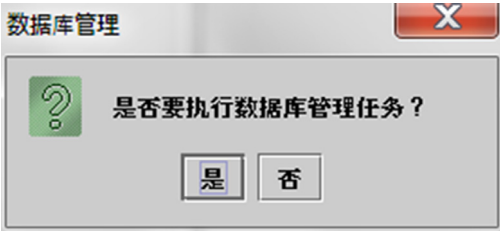
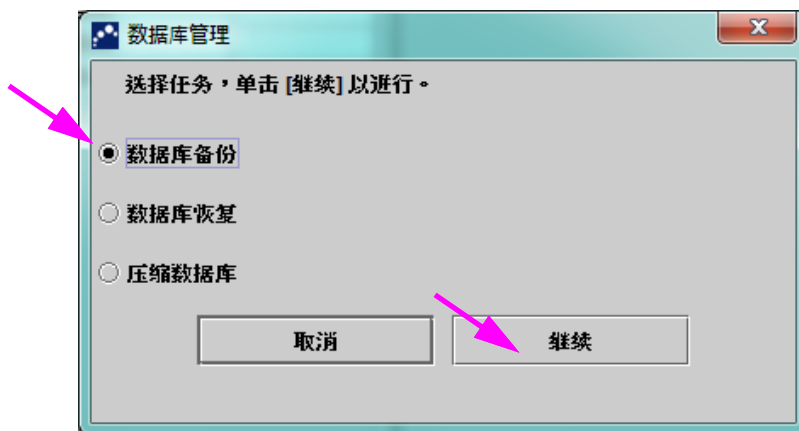

图 5-8. Database Management（数据库管理）对话框
图 5-9. Database Management（数据库管理）对话框
1. 如果未勾选“系统配置”对话框的**数据库管理提醒**复选框（参见图 2-77），则将不会出现“数据库管理”对话框（参见图 5-8），并且不需要执行与数据库有关的操作。软件将继续加载，然后可跳至第 5.2.3.2 节继续执行启动系列操作。
2. 如果勾选了“系统配置”对话屏幕上的**数据库管理提醒**复选框（参见图 2-77），则在“GeneXpert Dx System”窗口之上将出现“数据库管理”对话框（参见图 5-8），询问是否要执行“数据库管理”任务。
- A. 如果单击“数据库管理”对话框（参见图 5-8）上的**否**，GeneXpert Dx 软件会继续加载，然后可转至第 5.2.3.2 节。
- B. 如果单击“数据库管理”对话框（参见图 5-8）中的**是**，则系统将要求选择要执行任务（参见图 5-9）。
视用户的权限而定，可能会看不到或部分看不到“数据库管理”对话框中的四个选项。参见图 5-9。
4. 单击**继续**按钮（参见图 5-9）开始执行所需的数据库管理任务。